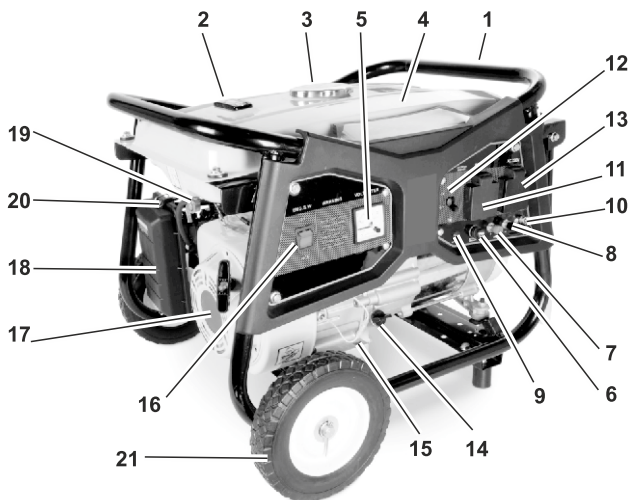

Рис. 1.
- Запуск бензинового двигателя осуществляется ручным стартером, при помощи рукоятки (17)(См. Рис.1).
- Заправка топливного бака (4) осуществляется через заправочную горловину, закрытую крышкой (3).
- Топливо из топливного бака (4) через топливный кран (19) и топливную систему, поступает в карбюратор.
- С помощью воздушного фильтра производится очистка воздуха, поступающего в карбюратор двигателя. Для проведения технического обслуживания воздушного фильтра, он снабжен съемной крышкой (18). Через крышку открывается доступ к фильтрующему элементу.
- Вольтметр (5) предназначен для измерения величины выходного напряжения работающего генератора.
- Округите крышку топливного бака (3)(См. Рис.1).Проверьте уровень топлива.
- Отверните масляную пробку (14)(См. Рис.1), достаньте щуп.
- Соедините разъем заземления (0)(См. Рис.1) на панели управления с заземлителем. Для соединения используется провод, сечением не менее 1,5 мм2.
- Противоположный конец провода соединяется с клеммой заземления генератора (0)(См. Рис.1).